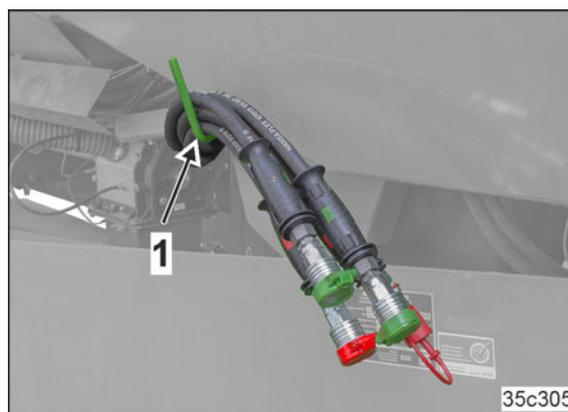

Fig. 122
1. Branchez les conduites flexibles hydrauliques supplémentaires à la pompe hydraulique à prise de force (Fig. 122/1).
- Penderie à flexibles (Fig. 122/1)